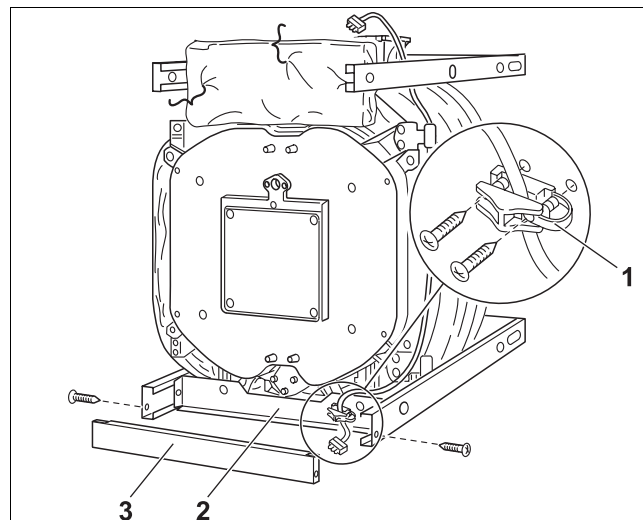

Рис. 43 Установка фиксатора кабеля горелки и цокольной панели
- Закрепить фиксатор кабеля горелки слева или справа, в зависимости от навески дверцы, к нижней поперечной траверсе (→ рис. 43 – для правой навески двери).